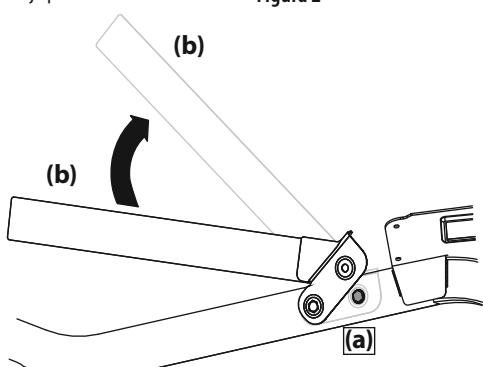

Figura 3
- Extraiga los dos tornillos de arandela hexagonal (a) que están instalados parcialmente en el bastidor. Consulte la Figura 3.
- Gire el aro superior (b) hasta que quede en su posición. Vea la Figura 3.